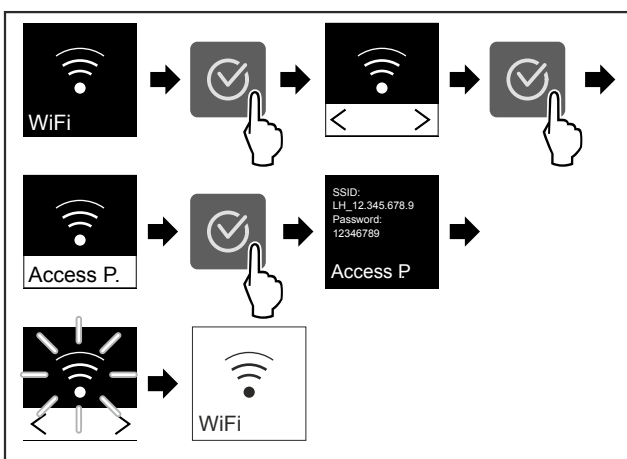

Fig. 29
- ▶ Изпълнете стъпките (виж Fig. 29) .